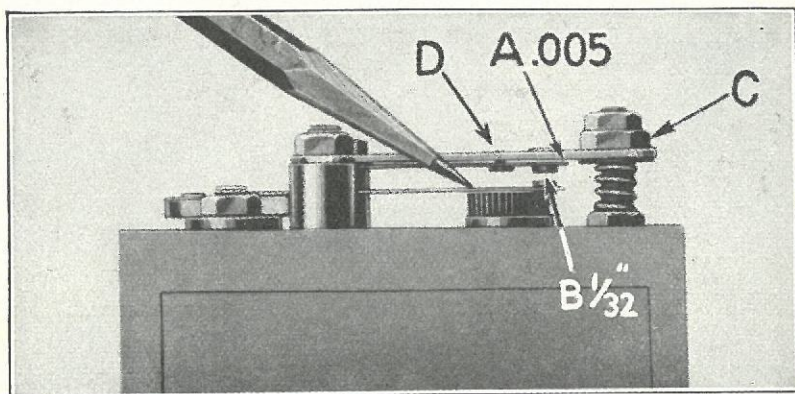

Fig. 504
- 1006** Naar en ny Vibrator eller Bro indsættes, er det meget vigtigt, at der bliver en Afstand paa ca. 5 Tusindedel Tomme mellem Kontrafjedren og Vibratorbroen (Fig. 504-A). Denne Afstand skal være ens i hele Fjedrens Længde.
- 1009** Naar en Induktionsrulle er indstillet rigtigt, vil den vise en god Gnist paa hvert af de 16 Punkter rundt om Ringen ved en staaende Registrering paa 1,3 Amp. paa Amperemetret og 6 Volt paa Voltmetret. Hvis der opstaar mere end een Gnist paa noget af de 16 Punkter, tyder det paa, at Kontaktfjederen ikke arbejder frit. Dette kan rettes ved let Bankning paa Kontaktfjederen (se Fig. 504-D).